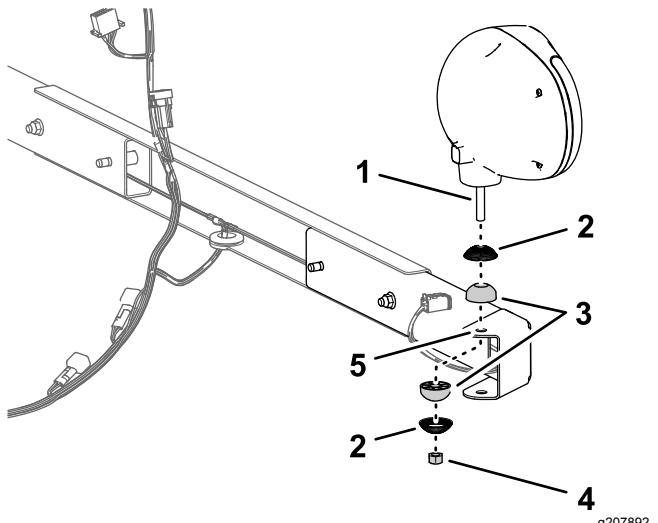

Figura 14
2. Monte un casquillo dentado y una articulación esférica en el espárrago de un foco de trabajo (Figura 14).
3. Monte el foco de trabajo en el taladro de la pestaña del soporte del foco de trabajo (Figura 14) con un casquillo dentado, una articulación esférica, y una contratuerca (10 mm), y apriete la lámpara a mano.
1. Monte el soporte del foco de trabajo y el perfil de soporte en el bastidor de la chapa de suelo con 2 contratuerca con arandela prensada, según se muestra en Figura 14.